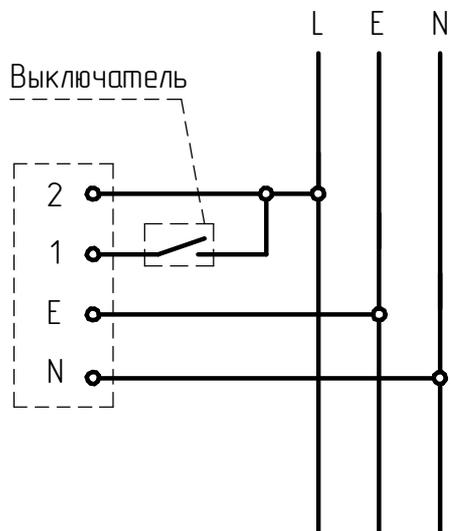

Рисунок 5 - Схема подключения светильника к сети
5.8 Подключение светильника с блоком аварийного питания производить согласно схеме (см. рисунок 5). Подключите фазовый провод некоммутированной сети освещения (т.е. между фидером и светильником не должно быть никаких выключателей, кроме автоматов защиты) к клемме 2, а фазовый провод коммутированной сети к клемме 1.